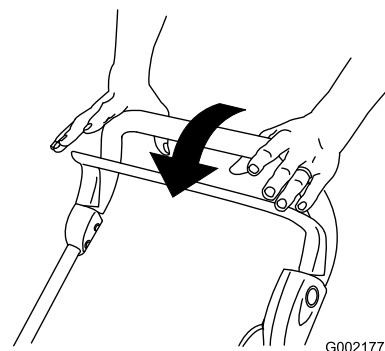

Figura 18
1. Suelte la barra de control (Figura 18).